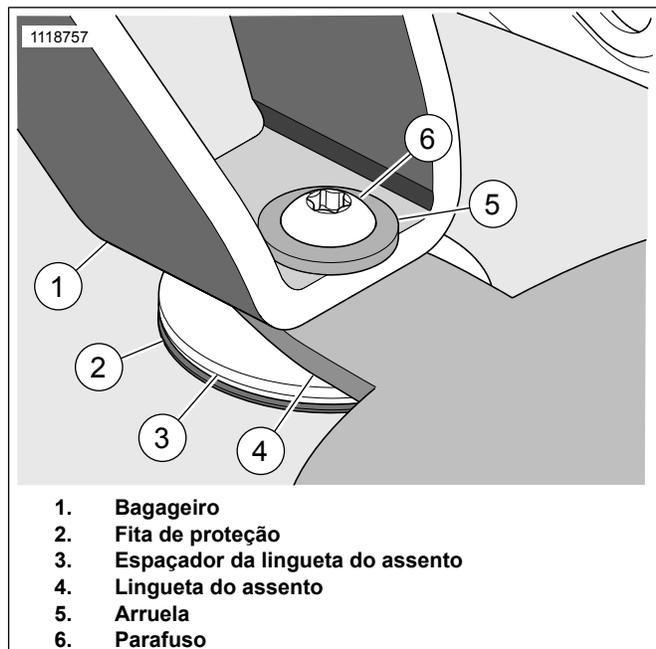
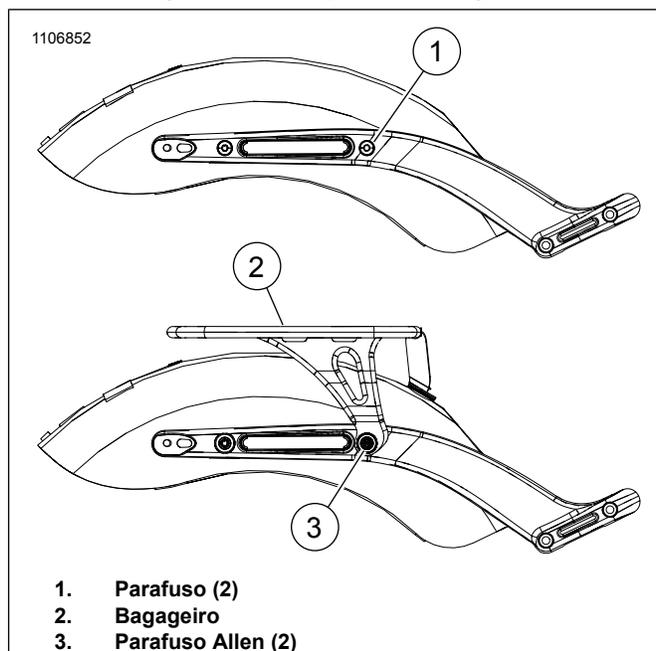
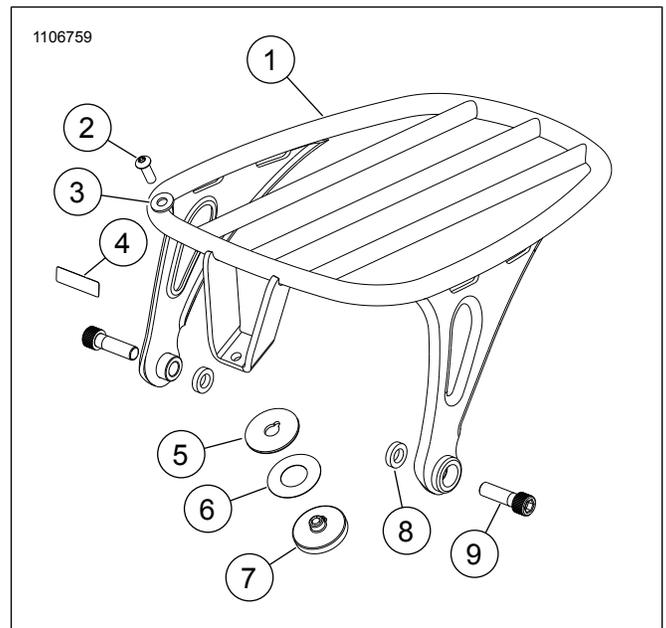
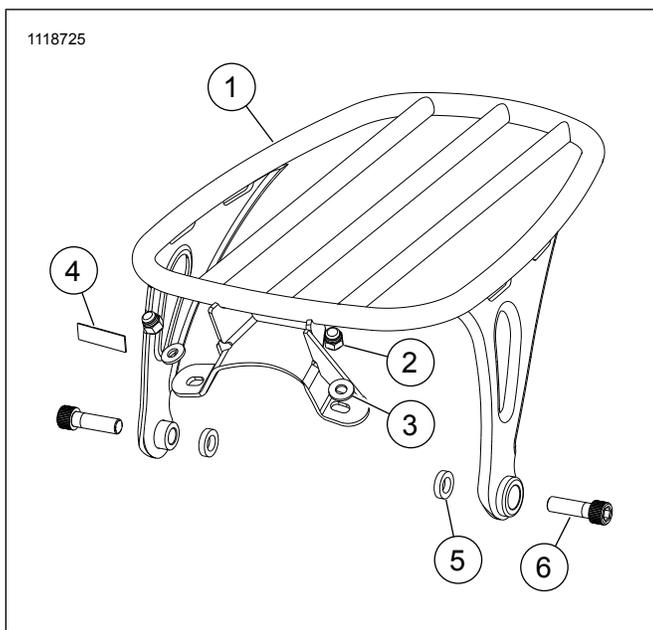

Figura 3. Instalação das ferragens
Figura 4. Kit 50300120
Figura 7. Kit 50300120
Figura 8. Kit 50300154/156
Veja Figura 7, Figura 8 e Consulte a Tabela 1.
6. Veja Figura 3. Coloque a fita protetora (2) em cima do para-lama.
10. Veja Figura 4. Remova os parafusos (1) do para-lama.
- Posicione o bagageiro (2) no para-lama.
- Veja Figura 3. Alinhe o furo do bagageiro (1) com o furo na lingueta do assento (4).
- Instale a arruela (5) e o parafuso (6) sem apertar.
- Consulte Figura 4. Alinhe os furos na placa lateral do bagageiro com o para-lama.
- Instale ambos os parafusos Allen (3) sem apertar para manter o bagageiro na posição
- Remova um parafuso Allen (3) e aplique trava-rosca. LOCTITE 243 MEDIUM STRENGTH THREADLOCKER AND SEALANT (AZUL) (99642-97)
- Veja Figura 7. Instale o espaçador do suporte (8) entre o para-lama e o suporte do para-lama e fixe-o com o parafuso Allen.
12. Veja Figura 7. Aperte o parafuso (2).
- g. Veja Figura 8. Instale o espaçador do suporte (5) entre o para-lama e o suporte do para-lama e fixe-o com o parafuso Allen.
4. Aperte as porcas (2).